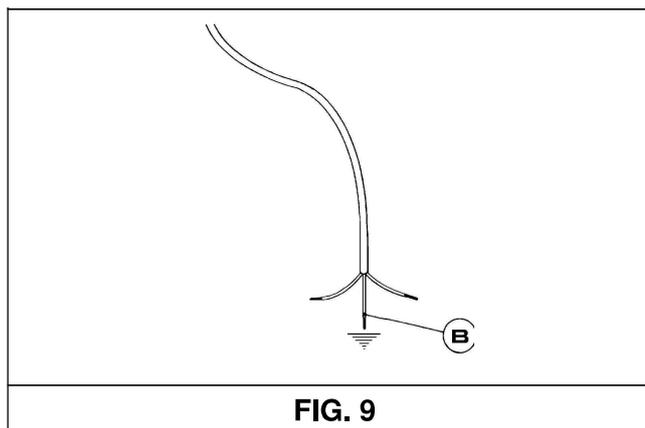

FIG. 9
*Observação:* caso o cabo de alimentação seja substituído, será necessário o cabo de ligação à terra (B) ser mais comprido do que o cabos condutores (fig. 9) e obedecer as instruções do parágrafo "CONEXÕES ELÉTRICAS".